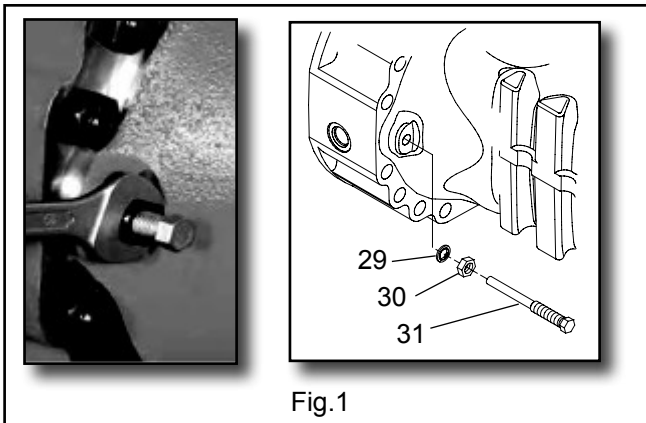

Fig.1
In caso di traino **SU VERSIONE 15/25 Km/h** è indispensabile sbloccare le ruote togliendo il pignone (A fig.1) di collegamento dal riduttore utilizzando l'apposita chiave (B fig.1) e vite (M6 fig.1) in dotazione.
Dopo aver tolto il tappo centrale (C fig.1), avvitare la vite M6 sull'apposito utensile in dotazione bloccandola con il dado (D fig.1), poi avvitare sull'alberino (A fig.1), per poterlo prendere. Sfilarlo completamente e rimettere il tappo (C fig.1) per evitare l'uscita dell'olio.
SBLOCCAGGIO MANUALE D'EMERGENZA Allentare i dadi (30) delle viti (31) fig.1 per lo sblocco meccanico manuale dei gruppi di frenatura e far arretrare i dadi di circa 8 mm.